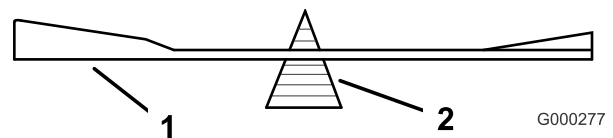
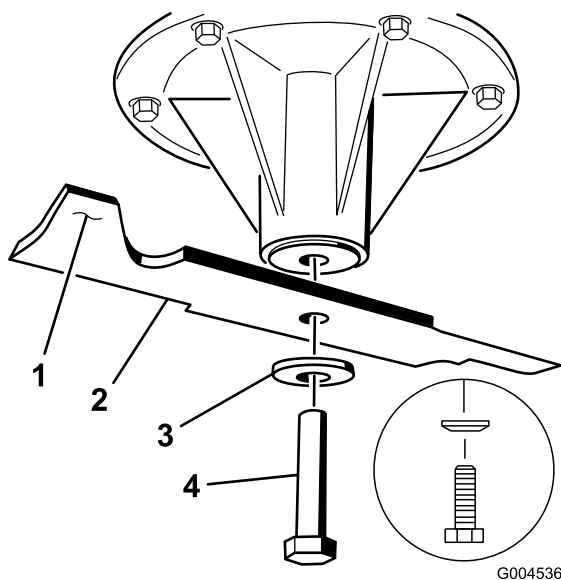

Bild 92
Bild 93
2. Überprüfen Sie die Auswuchtung des Schnittmessers auf einer Ausgleichsmaschine (Bild 92). Wenn das Schnittmesser in seiner horizontalen Position bleibt, ist es ausgewuchtet und kann wiederverwendet werden. Feilen Sie, wenn das Schnittmesser nicht ausgewuchtet ist, vom Flügelbereich des Messers etwas Metall ab (Bild 93). Wiederholen Sie diesen Vorgang, bis das Messer ausgewuchtet ist.
1. Setzen Sie das Messer auf die Spindelwelle (Bild 93).
(Bild 93). Ziehen Sie die Messerschraube mit 115 bis 149 Nm an.